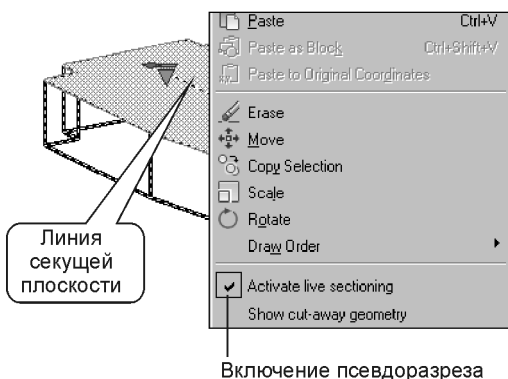
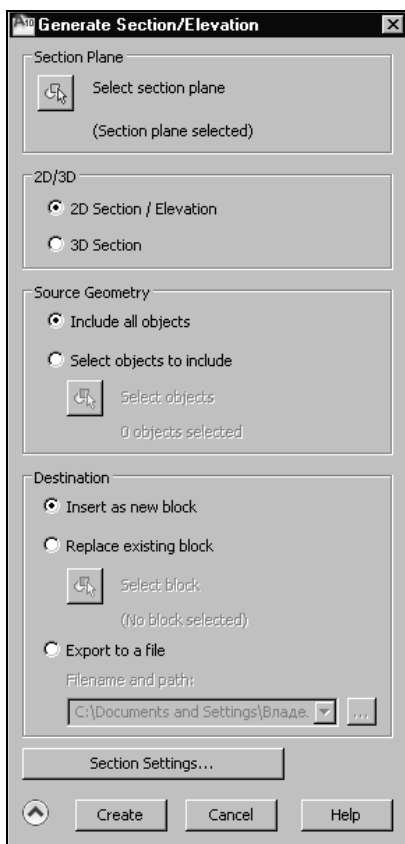

Рис. 9.9. Модель с выключенным псевдоразрезом
Рис. 9.10. Диалоговое окно **Generate Section/Elevation**
3. Вызовите контекстное меню щелчком правой кнопки мыши на чертеже и выберите из него **Activate live sectioning** (Активизировать формирование псевдоразрезов) (рис. 9.9), чтобы включить или выключить функцию псевдоразреза для выбранного объекта — сечения.
2. Вызовите контекстное меню щелчком правой кнопки мыши в рабочей области чертежа и выберите из него **Generate 2D/3D Section** (Создать 2D/3D сечение) (см. рис. 9.9). Появится диалоговое окно **Generate Section/Elevation** (Создание разреза/фасада) (рис. 9.10).